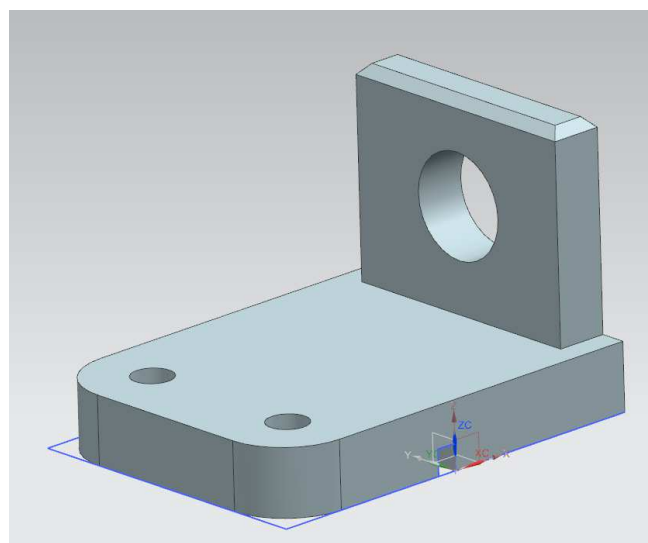

Rys. 3.88. Okno polecenia *Chamfer*
- wybór polecenia *Insert*, następnie *Detail Feature*, a później  *Chamfer...* (faza). Powoduje to pojawienie się okna *Chamfer* (rys. 3.88). Nie wszystkie opcje będą teraz omówione. Nie należy nic zmieniać, tylko wpisać wartość fazy 10 mm, tak jak to przedstawia rys. 3.88,